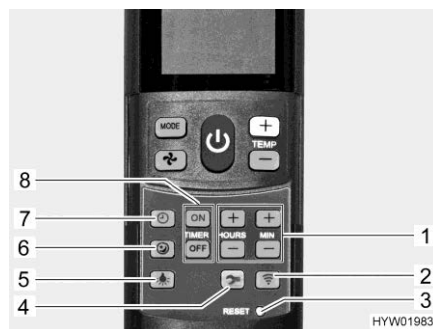

Bild 172 Fjärrstyrning med inställningsknappar (klimatanläggning)
- Tryck på knappen för tyst körning (Bild 172,6). I kyl drift går fläkten med ett lägre varvtal och blir då mycket tystare.
- Tryck på knappen för klocka (Bild 172,7).
- Ställ in timme och minuter med knapparna (Bild 172,1).
- Tryck ner knapp "ON" (Bild 172,8).
- Tryck på knapparna för tidsinställning (Bild 172,1) tills önskat tidsintervall fram till start nås.
- Tryck ner knapp "OFF" (Bild 172,8).
- Tryck på knapparna för tidsinställning (Bild 172,1) tills önskat tidsintervall fram till urkoppling nås.
- Koppla ur timern:** ■ Tryck ned knappen "ON" eller "OFF" (Bild 172,8) en gång till. Med den inbyggda timern kan in- och urkopplingstid för klimatanläggningen ställas in mellan 15 minuter och 24 timmar i förväg (räknat från aktuellt klockslag).
- Slå på belysningen:** ■ Tryck på knappen för belysning (Bild 172,5). Belysningen kopplas in med det senast använda dimningsnivån.
- Dimma belysningen:** ■ Tryck in knappen för belysning (Bild 172,5) och håll den intryckt tills önskad ljusstyrka uppnås.
- Slå av belysningen:** ■ Tryck på knappen för belysning (Bild 172,5).
- ▷ Setup knappen (Bild 172,4) har uppgiften att ansluta fjärrstyrningen med klimatanläggningen vid den första idrifttagningen.